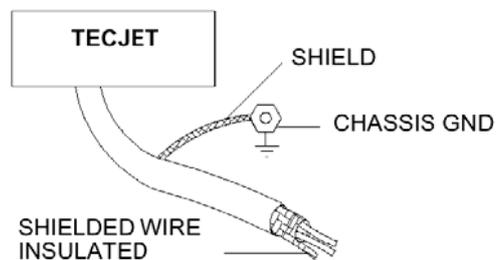

Figura 2-2. Conexión de cables apantallados
- Conecte el apantallamiento a la masa más próxima del chasis, dejando abierto el extremo opuesto del apantallamiento. Asegúrese de que el apantallamiento esté adecuadamente aislado (consulte la Figura 2-2).